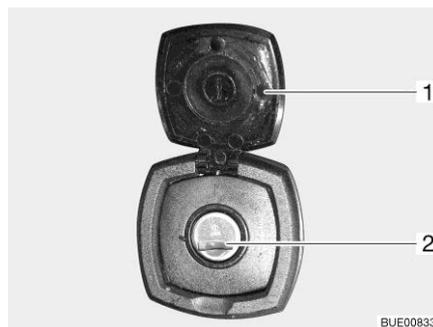

Fig. 66 Serrure du portillon, carrée
- Ouvrir le cache (Fig. 66,1).
- Insérer la clé dans le barillet (Fig. 66,2) et la tourner d'un quart de tour.